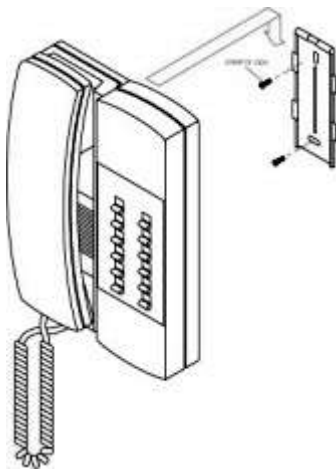

Рисунок 5. Монтаж базового блока «Рупор-ДБ»
3.4.2 Двумя саморезами из комплекта поставки закрепите кронштейн на деревянной или гипсокартонной поверхности (рис. 5).